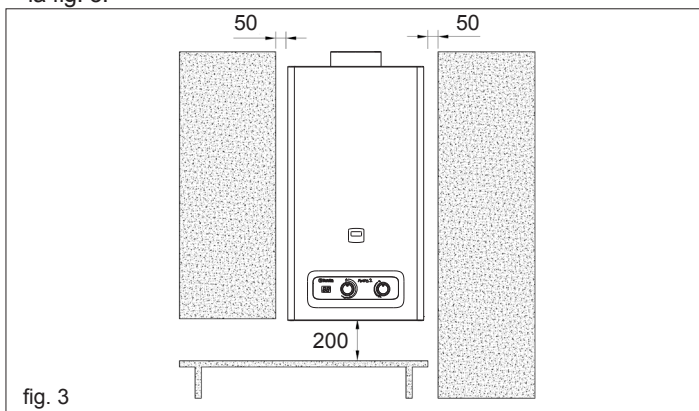

fig. 3
- Para permitir las operaciones de mantenimiento es indispensable dejar alrededor del calentador las distancias mínimas indicadas en la fig. 3.
- El calentador no debe estar nunca encerrado herméticamente dentro de un mueble ya que debe disponer del suficiente flujo de aire (fig. 3).